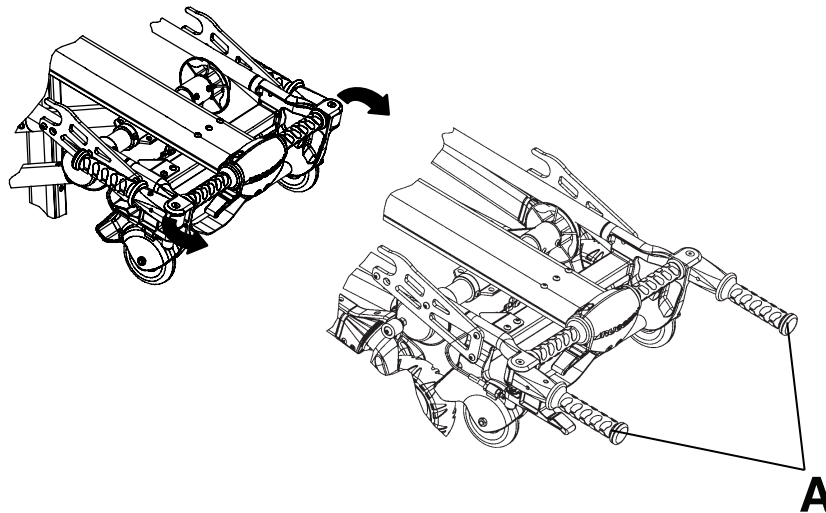

Figura 16 – Colocación de las asas de levantamiento
1. Gire las asas de levantamiento retráctiles (A) hasta colocarlas en posición (Figura 16).